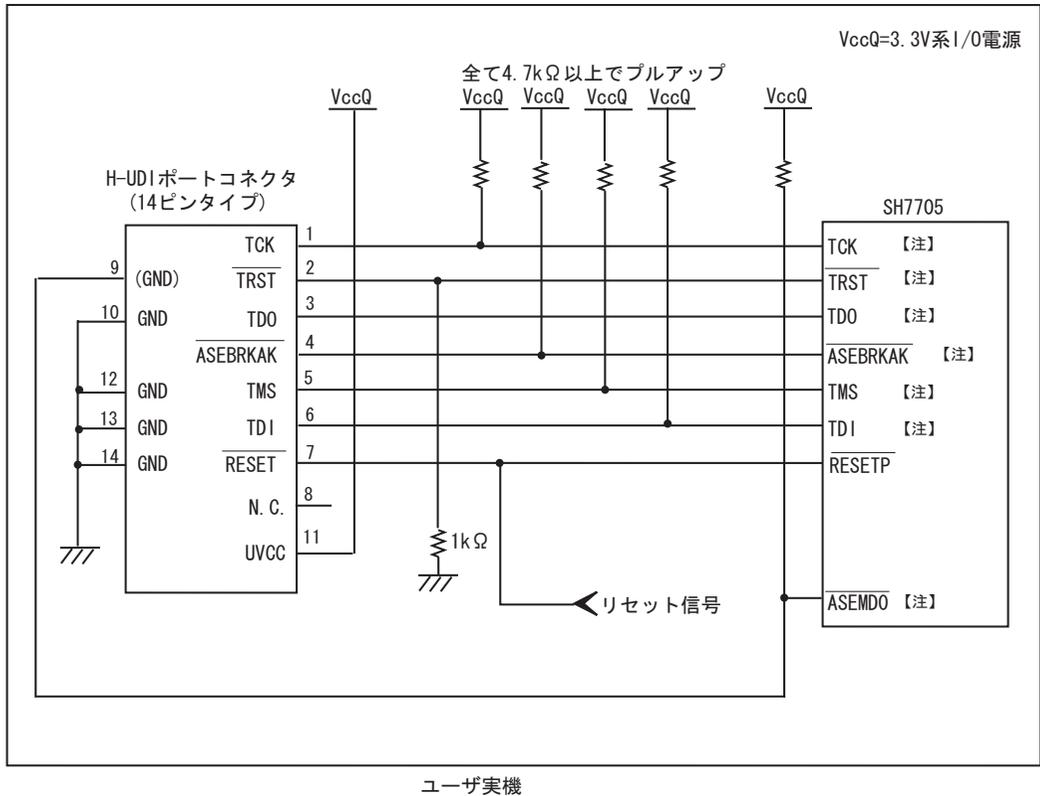

図 1.6 SH7705 使用時の H-UDI ポートコネクタ - チップ間の接続例 (14 ピンタイプ)
- 図 1.6 に SH7705 ご使用時の接続例を示します。